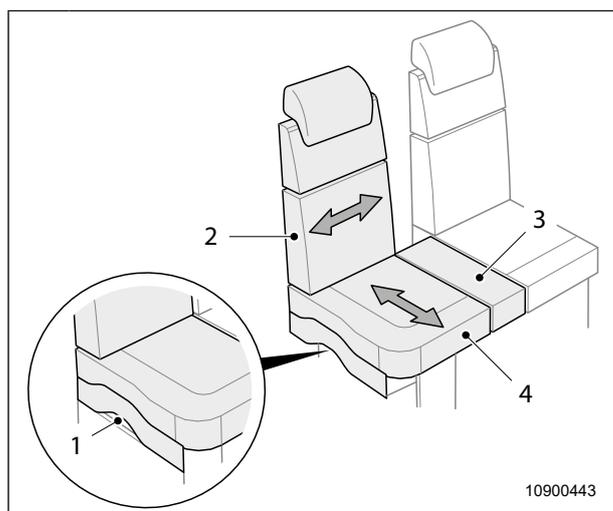

Fig. 21 Banco
1. Meter la mano en el orificio (Fig. 21, pos. 1) y tirar el tirador hacia arriba.
2. Desplazar el asiento (Fig. 21, pos. 2) en dirección del pasillo del vehículo.
3. Sujetar el cojín de compensación (Fig. 21, pos. 3) entre los asientos.
1. Quitar el cojín de compensación (Fig. 21, pos. 3).
2. Meter la mano en el orificio (Fig. 21, pos. 1) y tirar el tirador hacia arriba.
3. Volver a desplazar el asiento (Fig. 21, pos. 2) a su posición original.
1. Levantar el cojín de asiento de la superficie de asiento (Fig. 21, pos. 4).